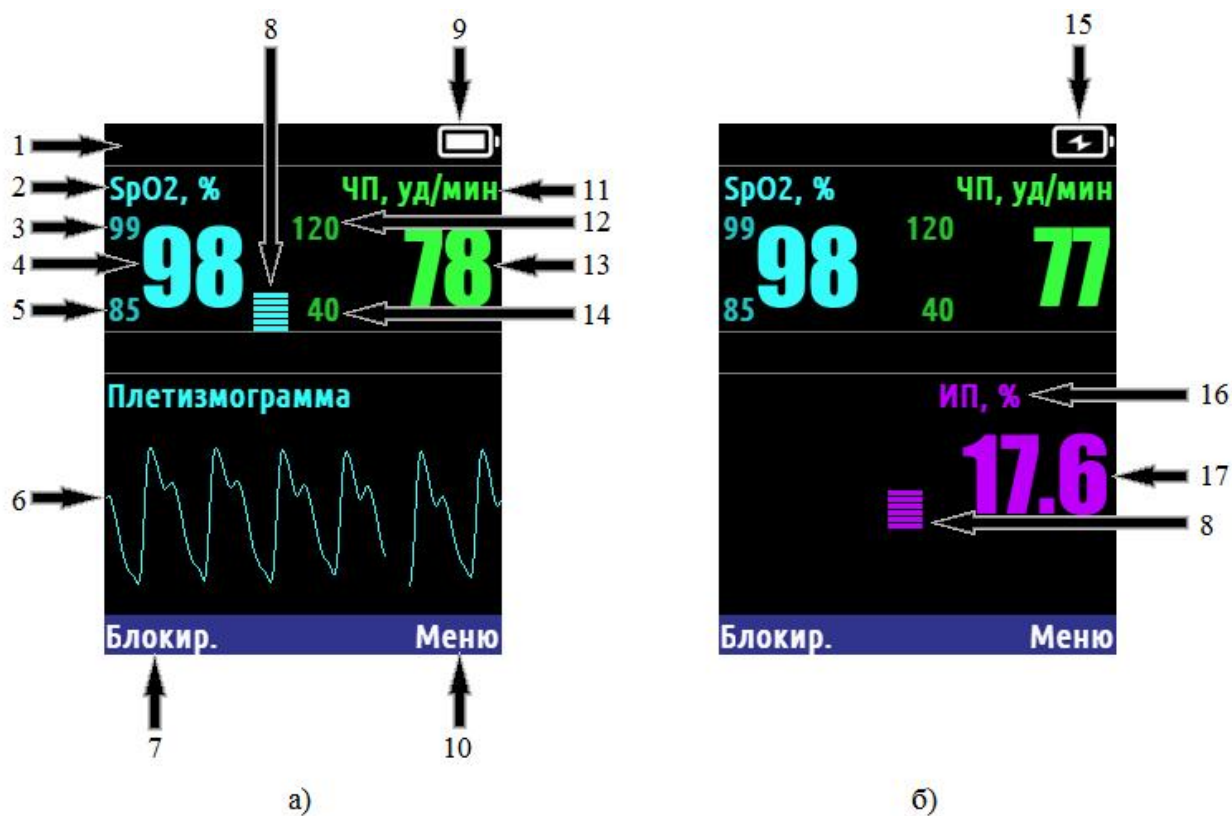

Рисунок 1.14 – Отображение информации в режимах регистрации ФПГ
1.6.9 Описание элементов экрана. На рисунке 1.14 представлено условное деление экрана на составные части в режимах регистрации ФПГ с отображением графика (рисунок 1.14, а) и без отображения графика (рисунок 1.14, б).